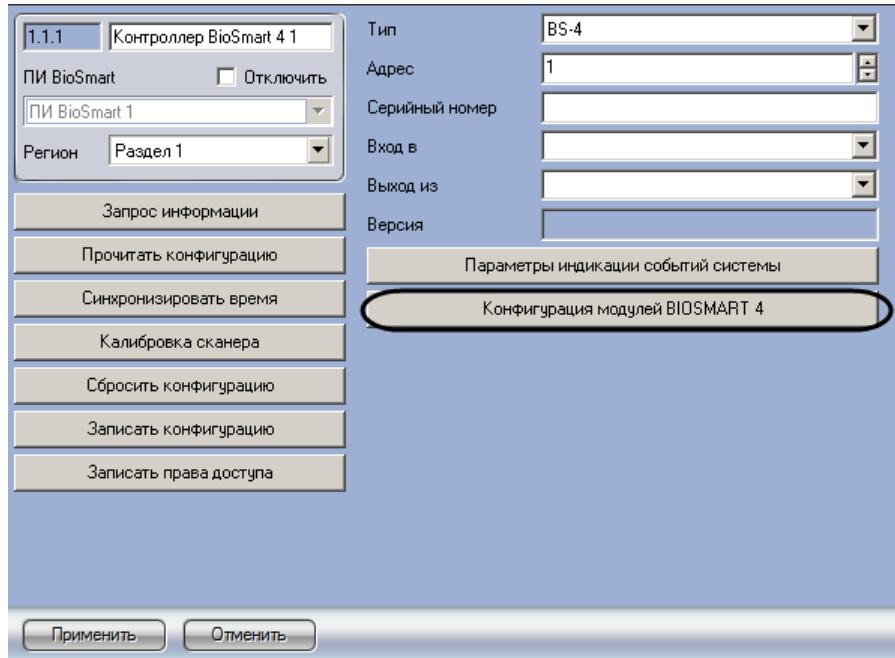

Рис. 3.5—5 Переход к конфигурации модулей контроллера BS-4
- Перейти на панель настроек объекта **Контроллер BioSmart** (Рис. 3.5—5).
- Нажать на кнопку **Конфигурация модулей BIOSMART 4** (см. Рис. 3.5—5).